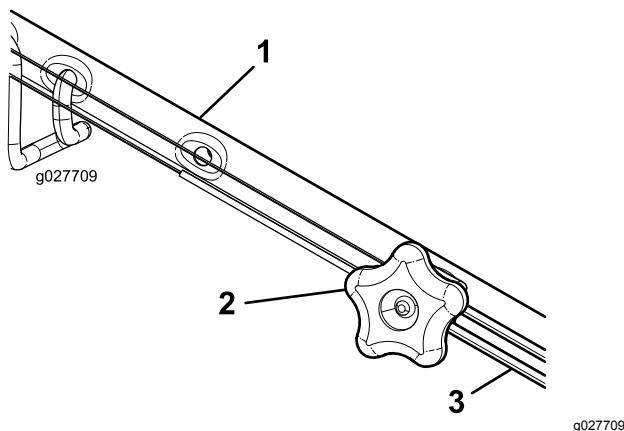

Figura 42
- Gire el pomo de ajuste en sentido antihorario para aflojar el cable (Figura 42).
- Ajuste la tensión del cable (Figura 42) tirando del mismo hacia atrás o empujándolo hacia adelante, y manténgalo en esa posición.